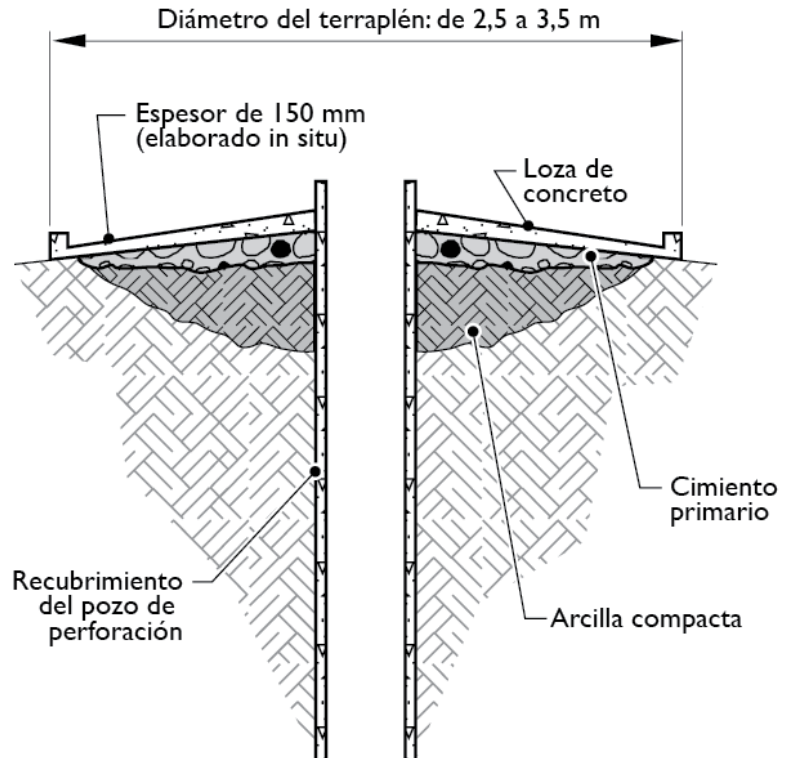

Figura 3
5. Selle nuevamente la parte superior del pozo con un terraplén de arcilla (Ver Figura 3), así como construya o repare el terraplén con drenaje y el brocal del pozo para evitar la acumulación del agua en la superficie.